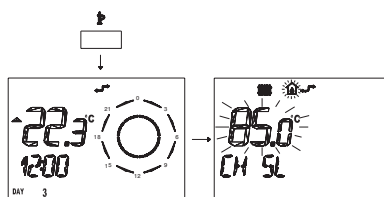

Figura 5.47 Remoto info.
- 1 Premere per più di 3 secondi il pulsante **IP** per entrare in modalità **INFO** (**Figura 5.47**)
- 1 Premere per più di 3 secondi il pulsante per entrare in modalità **INFO** (**Figura 5.47**)